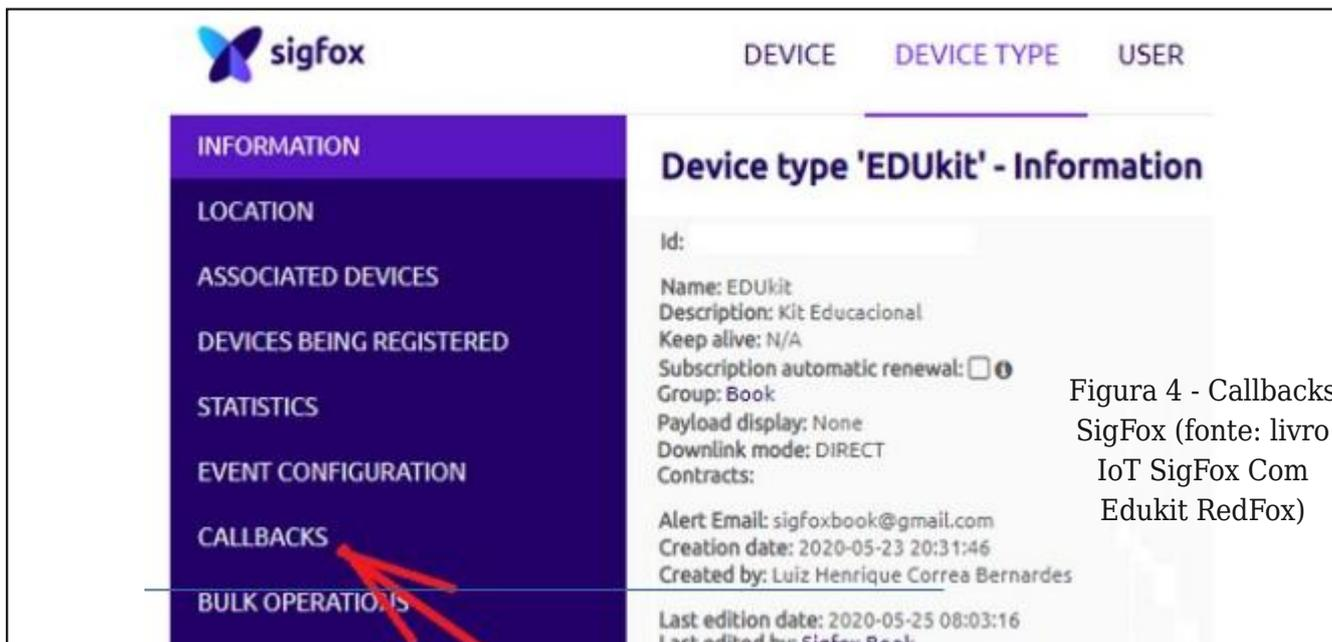

Figura 4 - Callbacks SigFox (fonte: livro IoT SigFox Com Edukit RedFox)
- Clique em Callbacks, à esquerda, conforme ilustra a figura 4.